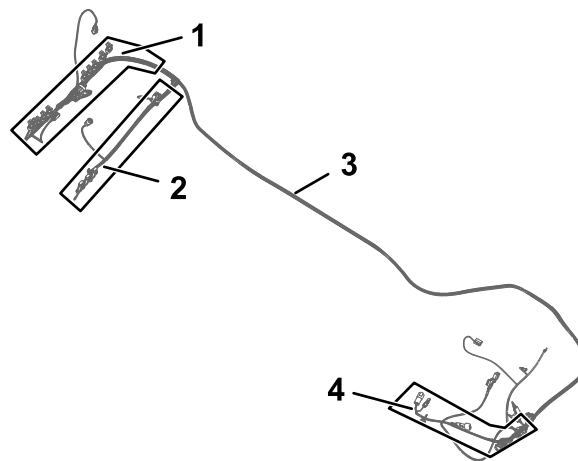
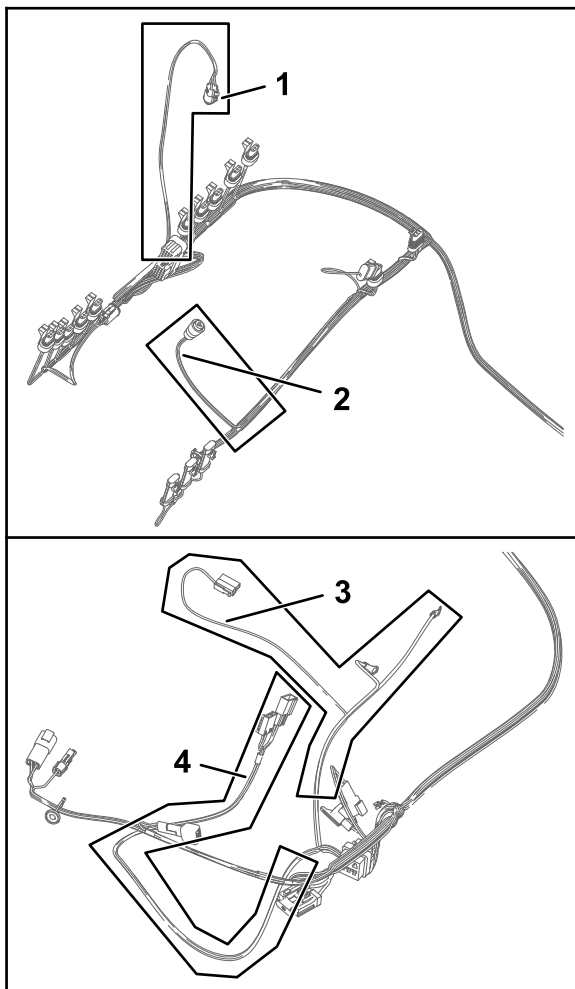

Figura 76
Figura 77
1. Individuate la diramazione di 84 cm del cablaggio preassemblato, la diramazione di 60 cm del cablaggio preassemblato e la diramazione di 66 cm del cablaggio preassemblato del kit (Figura 76 e Figura 77).